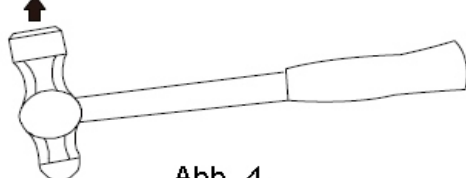

Abb. 4
- Schritt 4: Bringen Sie die Kunststoffdübel in die gebohrten Löcher ein (Abb. 4)